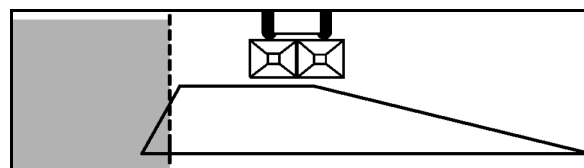

Рис. 72
2. Распределение по канаве в соответствии с предписанием о внесении удобрений (Рис. 72):